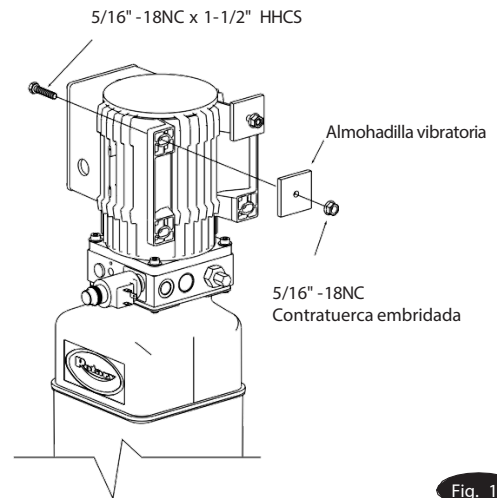
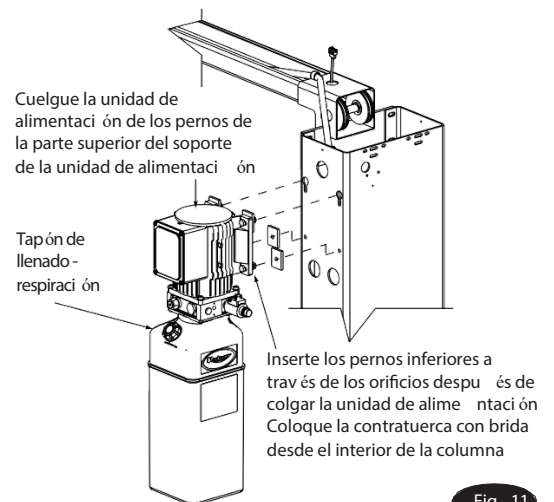
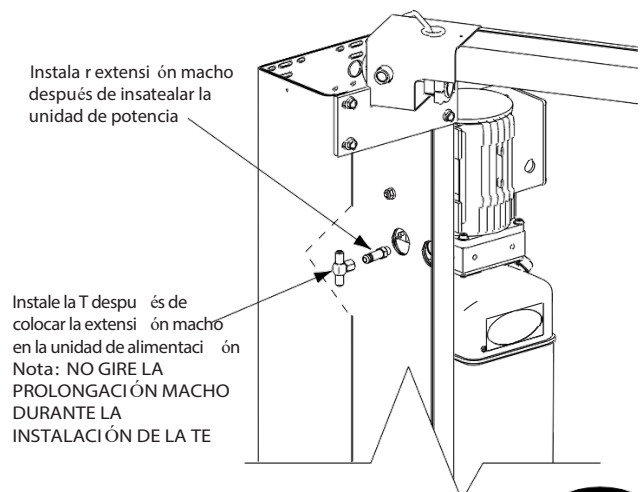

Fig. 10
Fig. 11
Fig. 12
Coloque (2) HHCS de 5/16"-18NC x 1-1/2" a través de los orificios superiores del soporte de la unidad de potencia utilizando la almohadilla antivibraciones para mantenerla en su lugar, Fig. 10. Instale las tuercas con brida de 5/16"-18NC hasta que el extremo del perno esté a ras con el extremo de la. Instale la unidad de potencia en la extensión de la columna, Fig. 11. Deslice la combinación de perno/tuerca en el conjunto superior de orificios y hasta el fondo de la ranura. Instale los HHCS, la almohadilla antivibratoria y los HHCS con brida en los orificios inferiores de la unidad de potencia y apriételos. (Asegúrese de colocar la almohadilla antivibraciones entre la unidad de potencia y la extensión de la columna). Apriete el HHCS superior y la tuerca. Instale y apriete a mano la extensión macho a la bomba hasta que la junta tórica esté asentada, Fig. 12. Continúe apretando la contratuerca a 14- 20Nm (1,4- 2,1kg-m), o hasta que la tuerca y la arandela toquen fondo contra el colector de la bomba.
Instale la T giratoria hembra en la extensión macho, Fig. 12. Utilice el procedimiento de apriete de los accesorios abocardados para apretar la unión en T giratoria hembra a la extensión macho.